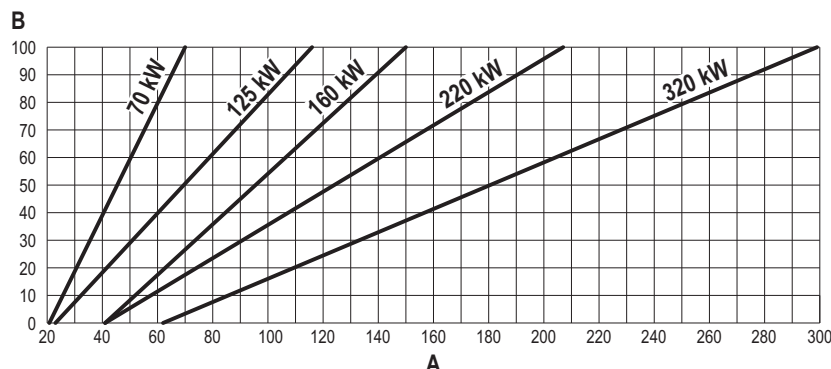

рис. 65
- Используйте **контекстные клавиши 1 и 2** для увеличения или уменьшения теплопроизводительности (минимальная = 00, максимальная = 100). См. диаграмму "Регулировка теплопроизводительности" (рис. 65).